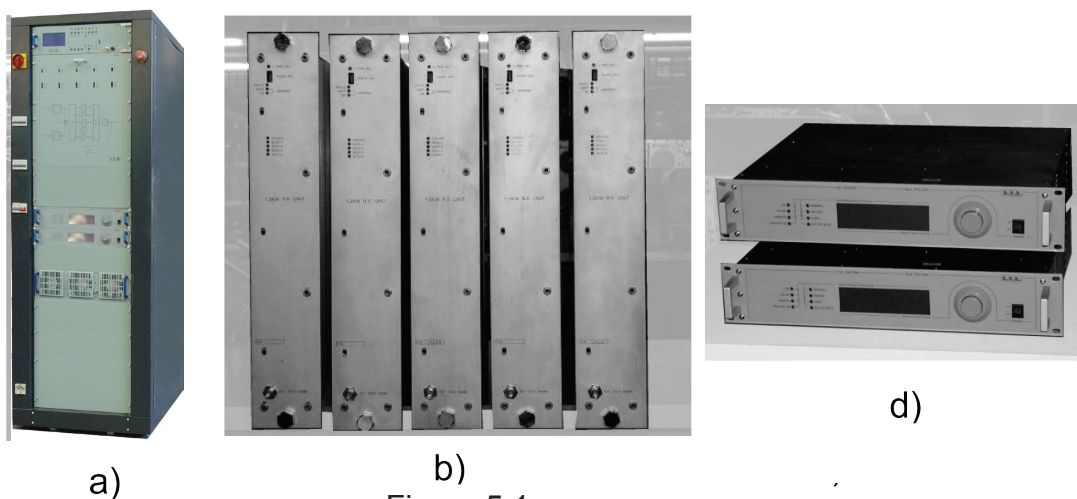

Figura 5.1
- El bastidor (varios componentes están montados, tales como el acoplador, el separador, la unidad de control, el ventilador principal) [Figura 5-1 a)]
- Los 5 módulos de RF [Figura 5-1 b)]
- Los excitadores [Figura 5-1 d)]. (Como norma general el amplificador se suministra como un transmisor completo. Este ejemplo muestra dos excitadores PTXLCD fabricados por R.V.R. Elettronica. Normalmente los excitadores están premontados dentro del bastidor).